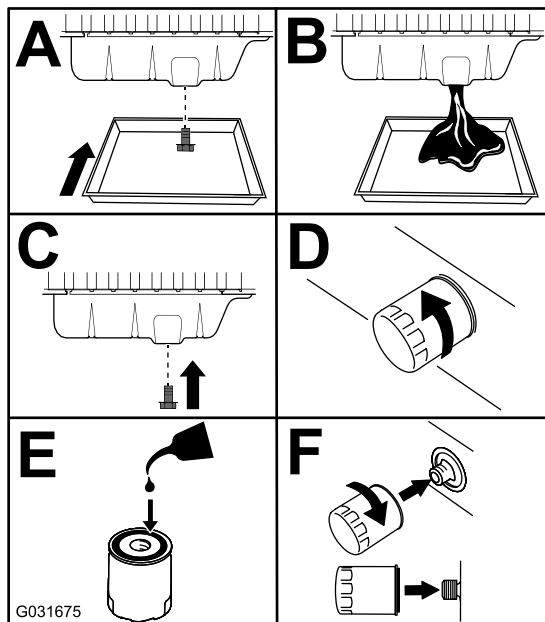

Figura 53
3. Vyměňte motorový olej a filtr (Figura 53).